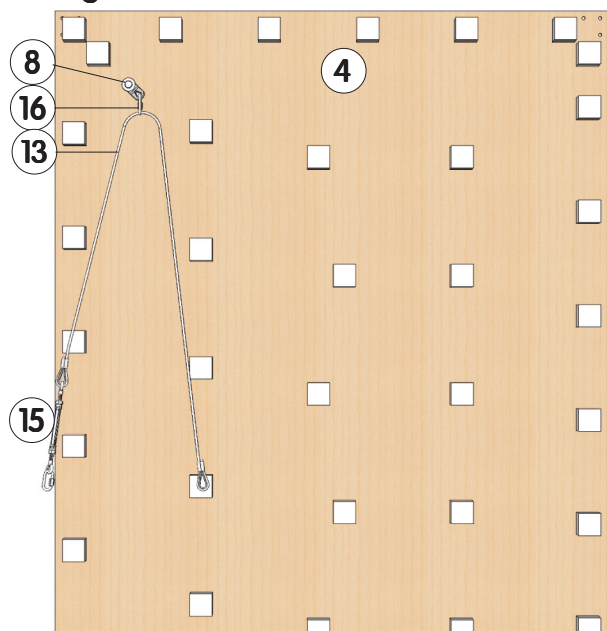

**Figure 18**
- Monter le plat d'haubantage **(8)** à l'aide de la visserie **(5)**, **(6)**, et **(7)**, sous chaque plaque suivant **Fig. 16**, en l'orientant à 45° suivant **Fig. 18**, avant de serrer pour bloquer sa rotation.